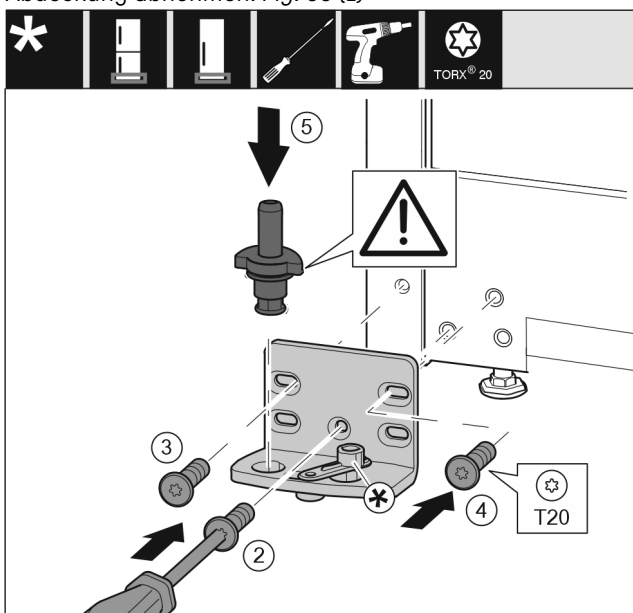

Fig. 36
- ▶ Lagerbock auf der anderen Seite ansetzen und mit Hilfe eines Schraubendrehers T20 anschrauben. Mit Schraube 2 unten in der Mitte beginnen. *Fig. 36 (2)*
- ▶ Schraube 3 und 4 festschrauben. *Fig. 36 (3,4)*
- ▶ Lagerbolzen komplett einsetzen. Dabei darauf achten, dass der Rastnocken nach hinten zeigt. *Fig. 36 (5)*